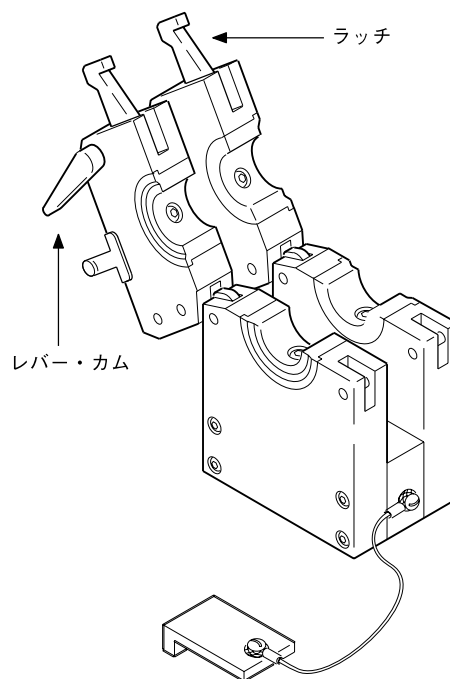

図 24：レバー・カムおよびラッチ
6. レバー・カムおよびラッチがスムーズに動作するか点検します。図 24 をご参照ください。